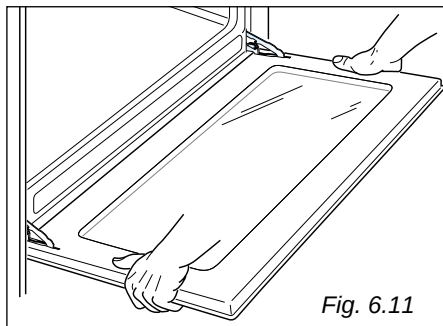

Fig. 6.11
- Saisir la porte comme illustré dans la fig. 6.11.